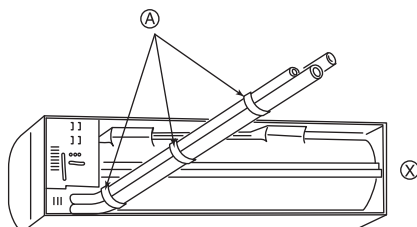

Fig. 3-4
① Σωλήνες στο πίσω, δεξιό και χαμηλότερο μέρος (Fig. 3-4)